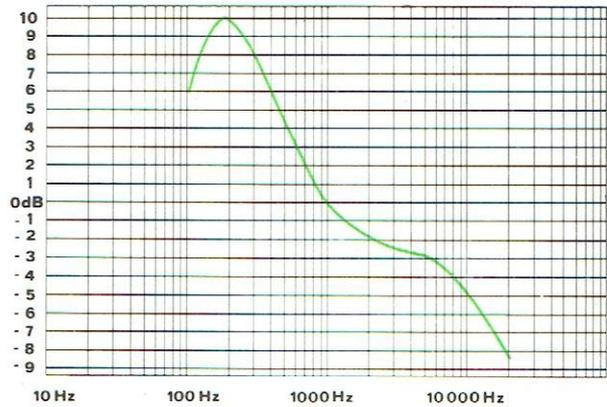

Fig. 19
- Les rapports de V_s en fonction de la fréquence, à la tension V_s pour $f = 1$ kHz sont donnés à la figure 19.